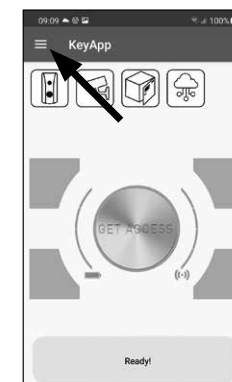

Abb. 50
- 1 Öffnen Sie das Hauptmenü (Abb. 50).